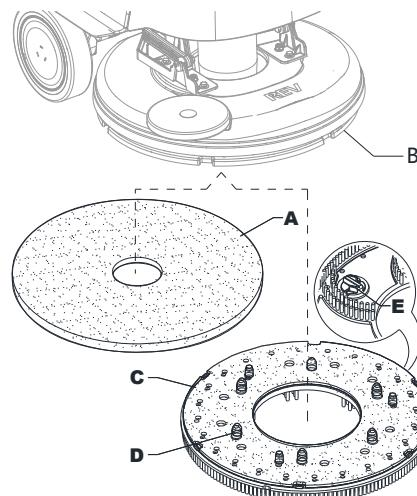

Abb. 5
1. Stellen Sie sicher, dass das REV-Deck (41) angehoben ist.
2. Das Gerät über die Start/Stopp-Taste (62) ausschalten.
3. Je nach der durchzuführenden Reinigung das Pad (A, Abb. 5) oder die Bürste (C, optional) installieren und Folgendes beachten:
- Das Pad (A) unter das Deck legen und drücken, bis es fest an dem Klettband der Antriebsscheibe (B) haftet.
- Die Bürste (C, Option) unter das Deck legen, dann die Zentrierstifte (D) mit den entsprechenden Löchern der Antriebsscheibe (B) ausrichten; die Bürste dann mit den drei Befestigungsschrauben (E) befestigen.